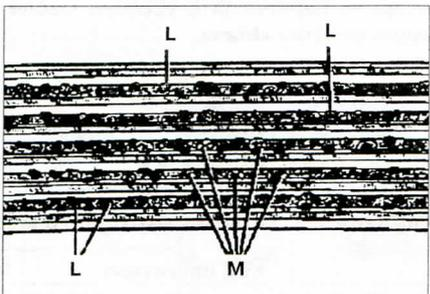

Рис. 1.7. Выдавливание резиновой массы на внешней части ремня **L** и загрязнение или налипание мелких камней в канавки ремня **M**.
- выдавливание резиновой массы на внешней части ремня **L** и загрязнение или налипание мелких камней в канавки ремня **M** (рис. 1.7);